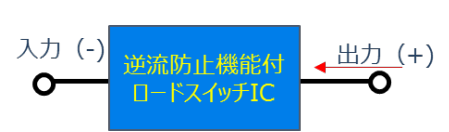

図 3.3.3 ロードスイッチ IC を使用
- 逆流防止機能付きのロードスイッチ IC を使う（図 3.3.3）